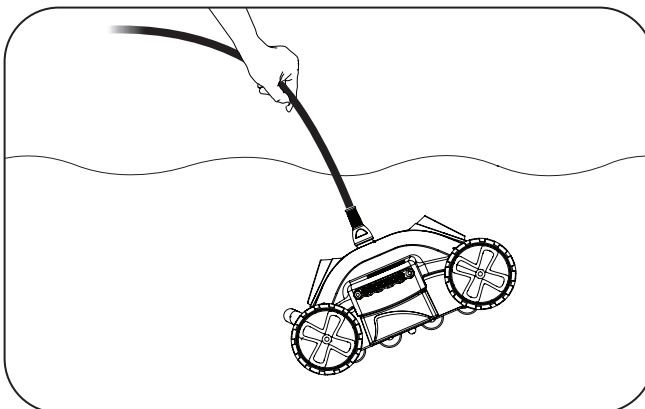

Figura 11. Tirar del limpiador a la línea del agua
2. Tire suavemente del limpiador para que quede arriba de la línea del agua (Figura 11).